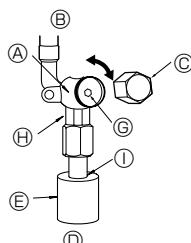

Fig. 4-5
#### (1) Gassidan på P100-P140 (Fig. 4-5)
- ① Ta bort kåpan och vrid ventilstängen motsols så långt det går med en 5 mm sexkantsnyckel. Sluta när den når stoppet.